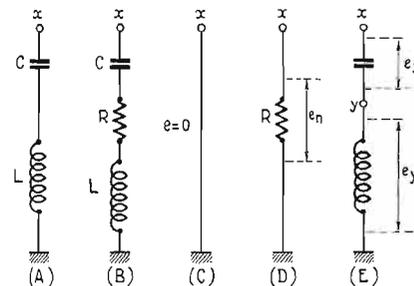

Fig. 6
point  $x$  et la masse. En réalité, les choses sont plus compliquées, aussi bien théoriquement que pratiquement. Considérons la figure 6. En (A) on a indiqué un circuit LC série théoriquement parfait, ce qui signifie que  $L$  et  $C$  sont des résistances pures ne présentant aucune composante résistive.
Le cas de circuit réel est représenté en (B) figure 6.
En (E) figure 6, on montre les tensions  $e_x$  et  $e_y$  en opposition lorsque L et C sont purs.